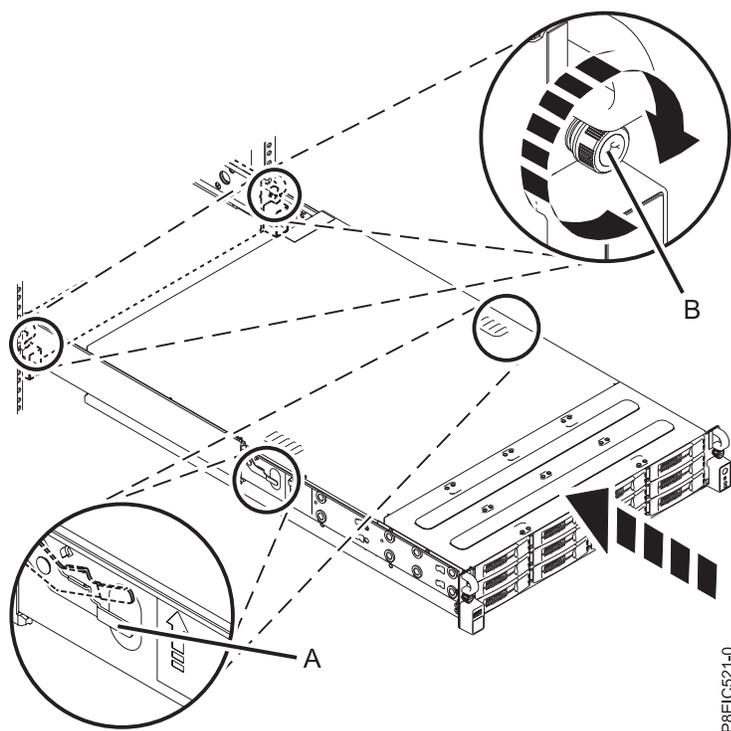

Figura 119. Colocando o sistema na posição de operação
5. Libere as travas de segurança do trilho (**A**) erguendo-as, conforme mostrado na Figura 119, em seguida, empurre o sistema totalmente para dentro do rack.